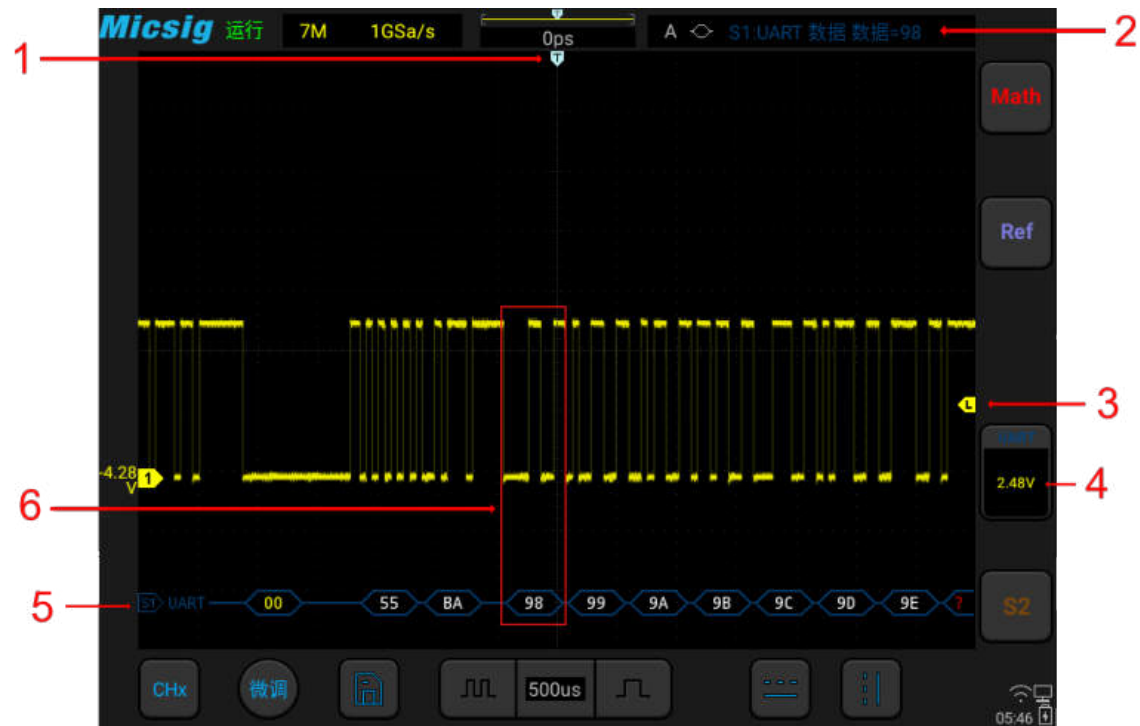

图12-8 UART 图形界面
- (1) 轻点 S1 打开解码通道, 向左轻扫 S1 打开总线配置菜单;
- (2) 选择总线类型为“ UART”, 依次点选“ Ch1”, “空闲高”, “校验无”, “ 8bit”, “ 19.2kb/s”, 显示 “十六进制”, 然后关闭菜单;
- (3) 打开触发方式设置菜单, 点选“数据”, 条件设为“=”, 数据内容手动输入 98 , 按“enter”确定;
- (4) 根据信号的幅值电平调节阈值电平使信号稳定触发。UART 触发图形界面见图 12-8: